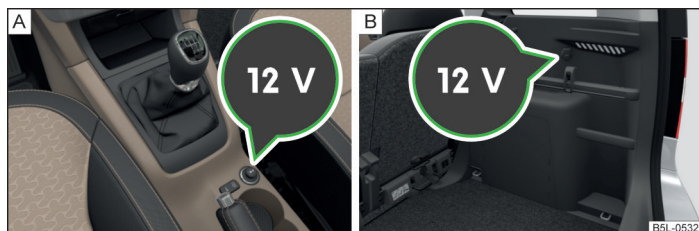

Fig. 64 Enchufe de 12 voltios: en la consola central delantera / en el maletero
En la consola central delantera » fig. 64 - **A**.
En el maletero » fig. 64 - **B**.
► Retire la cubierta del enchufe » fig. 64 - **A** o abra la cubierta del enchufe » fig. 64 - **B**, respectivamente.